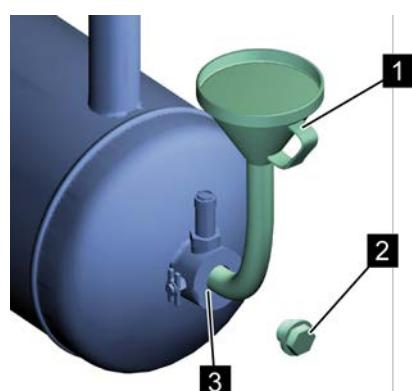

Рис. 40: Заливной штуцер
8. При помощи воронки (Рис. 40/1) залейте охлаждающую жидкость до заливной кромки заливного штуцера (Рис. 40/3).
10. Вставьте резьбовую пробку наливного отверстия (Рис. 40/2) и затяните ее Приложение B «Моменты затяжки винтов» на странице 126.